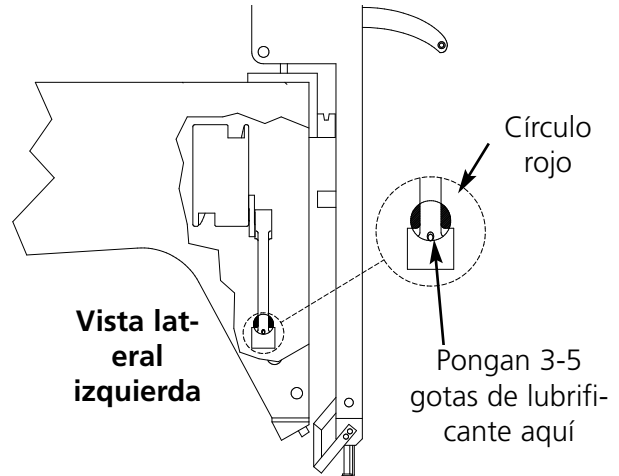

Figura 4-11
3. Cuando la biela inferior es visualizada en la pantalla, aprieten . De esta manera la caja de las agujas es desplazada en la posición apropiada para la lubricación (aguja 10, 150° del eje z). Consulten la Figura 4-11 para lubricar la biela inferior. Utilicen una lámpara de bolsillo, si es necesario. Aprieten  después de haberlo efectuado.